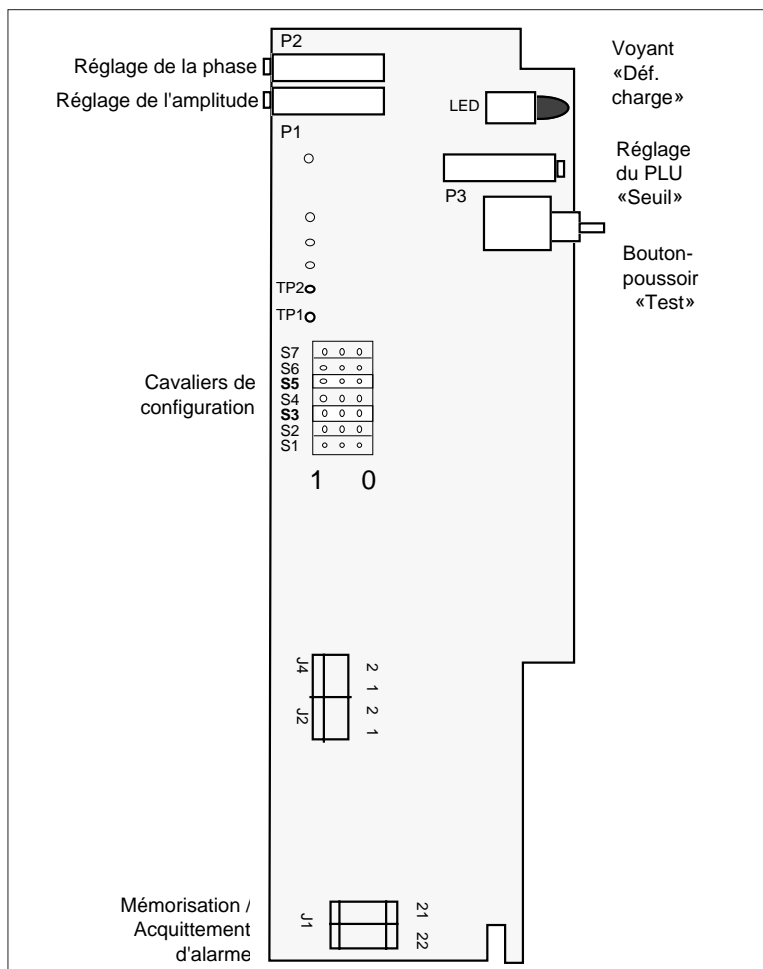

Figure 6-1 Emplacement des moyens de réglage sur la carte PLU
- mettre le cavalier **S5** sur la carte PLU en position **1** (voir figure 6-1)
- Mettre le cavalier **S3** sur la carte PLU en position **1** (voir figure 6-1).